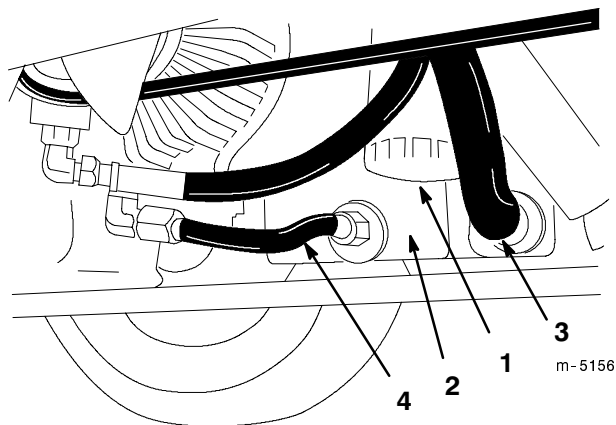

Figure 37
2. Nettoyez la surface autour du filtre à huile hydraulique et enlevez le filtre au bas du logement à l'aide d'une clé à filtre spéciale (Fig. 37).
3. Débranchez l'ensemble tube et l'ensemble flexible du réservoir. Laissez l'huile s'écouler dans un bac de vidange (Fig. 37).
4. Posez le filtre hydraulique neuf au bas du logement (Fig. 37).
5. Rebranchez les ensembles tube et flexible sur le réservoir (Fig. 37).
1. Déposez le filtre à huile hydraulique de la tête de montage, à l'aide d'une clé à filtre spéciale (Fig. 37). Débarrassez-vous correctement du filtre.